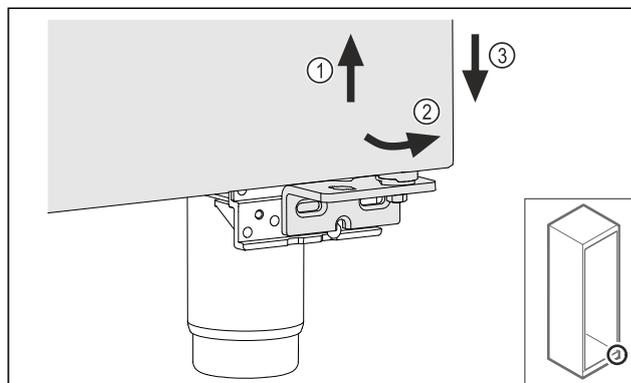

Fig. 20
► 将门稍微抬起 Fig. 20 (1)，底部向前倾斜 Fig. 20 (2) 并放下 Fig. 20 (3)。